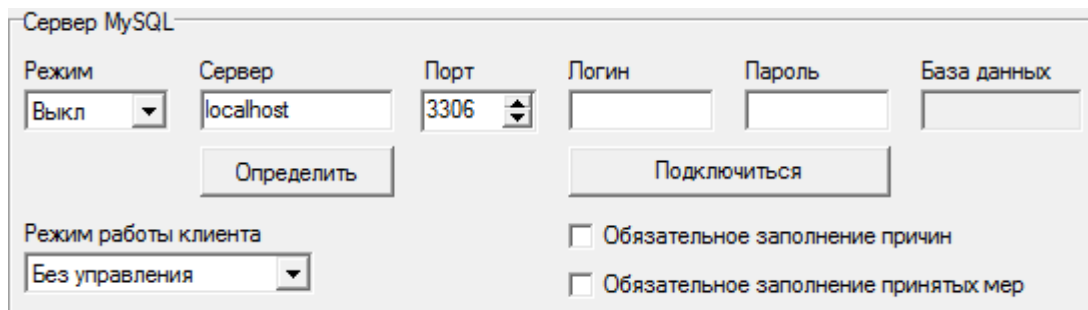

Рисунок 50.
- В группе «Сервер MySQL» (см. рисунок 50) установить параметр «Режим» в положение «ВКЛ»;